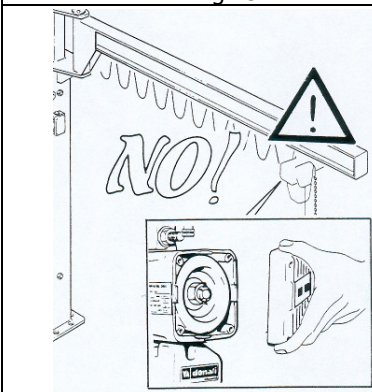

Fig.76
- **Ne jamais** altérer la sécurité des appareils (interrupteurs, dispositif de friction)-(fig. 76)